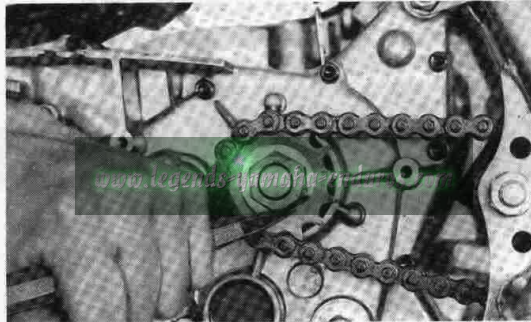

Fig. 3-2-18
1. Loosen drive sprocket before disconnecting chain. (Fig. 3-2-18)
1. Desserrez le pignon d'entraînement de la chaîne avant de désassembler la chaîne. (Fig. 3-2-18)